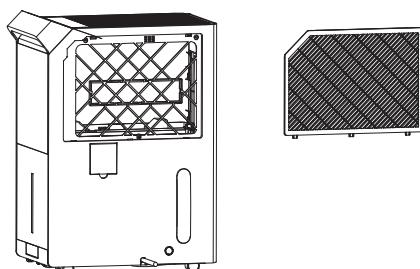

Рис. 5
**7. Чистка фильтра (Рис. 5).** Достаньте фильтр, промойте его в мыльной воде, прополосните в чистой воде, высушите и вставьте на место. В среднем, необходимо проводить чистку фильтров не реже чем раз в две недели при постоянном использовании, иначе производительность прибора может снизиться.